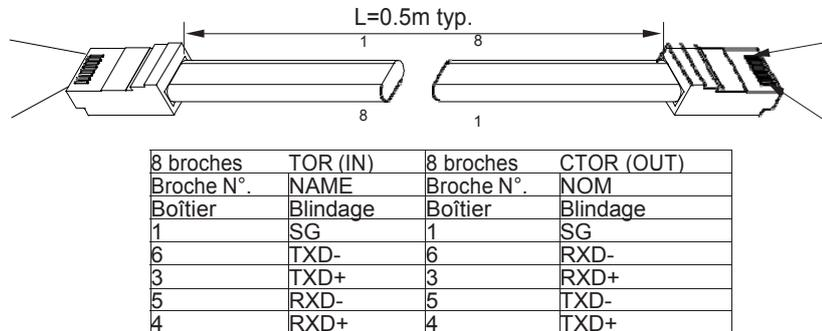

Fig.7-8: Câble de liaison avec connecteur blindé RJ-45 (P/N: Z/RJ45)
3. Utilisez le câble de liaison livré avec chaque unité (voir Fig.7-8), branchez le connecteur OUT de chaque unité au connecteur IN de l'unité suivante.